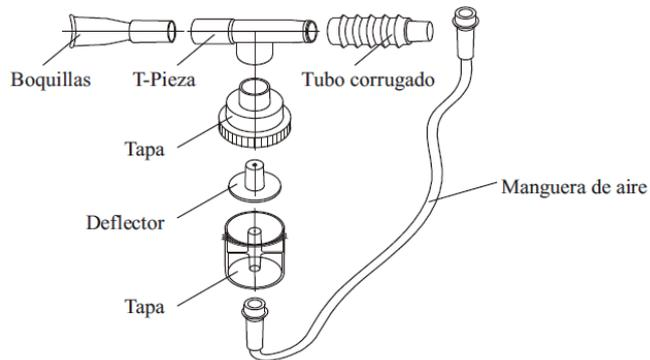

Figura 8: Componentes de nebulizador
- ▶ Los accesorios deben secarse después de la limpieza. (La instalación del nebulizador se muestra en la figura 8).
1. Después de la nebulización, desconecte el nebulizador del concentrador. Apague el concentrador, desconecte la manguera del aire, desmonte la gorra y desmonte el nebulizador tal y como se muestra la Figura 8.